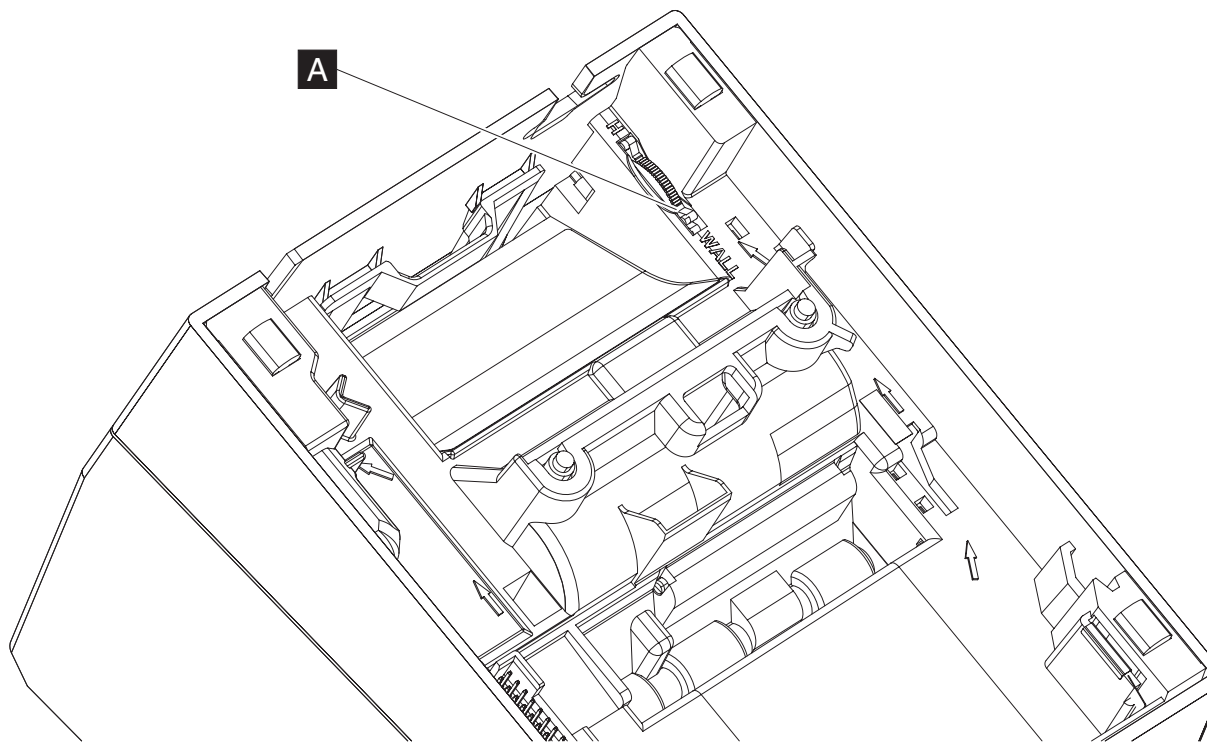

图 12. 位置选择器
2. 滚动底部的位置选择器（缺纸传感器的一部分；图 12 中的 **A**）至 WALL 位置。